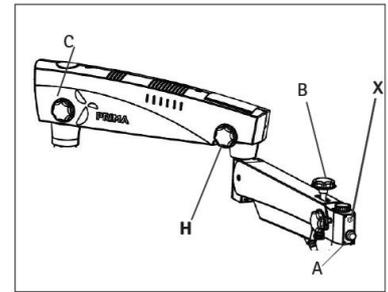

Abb. 45
Es befindet sich vor dem Aufhängungsarm, der in Abb. 45 als (A) dargestellt ist. Die Helligkeit des Sichtfelds kann mit dem Intensitätsregler je nach Benutzerkomfort eingestellt werden.
Durch Drehen im Uhrzeigersinn wird der Knopf in Abb. 45 als (C) angezeigt.
Dieser in Abb. 45 als H dargestellte Knopf arretiert die Drehbewegung des Aufhängungsarms in der gewünschten Position, indem er im Uhrzeigersinn gedreht wird.
Dieser Knopf (in Abb. 45 als B dargestellt) arretiert die AUF-/AB-Bewegung des Aufhängungsarms in der gewünschten Höhe, indem er im Uhrzeigersinn gedreht wird.